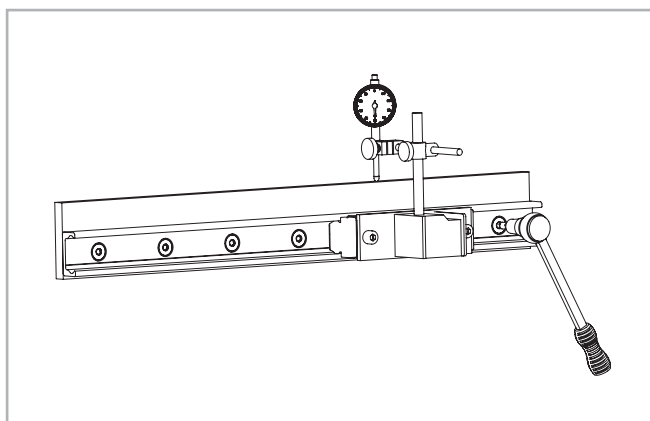

Рис. 162
(3) далее переместить каретку в один из концов направляющей и подрегулировать этот конец направляющей по положению таким образом, чтобы прибор точно показывал "0";
(4) Затянуть ближайšie к каретке винты (рис. 162), и далее последовательно перемещать каретку вместе с прибором по направлению к середине направляющей от одного промежутка между винтами к другому, каждый раз контролируя показания прибора и затягивая ближайšie к каретке винты. Ни на одном из межвинтовых промежутков прибор не должен показывать никаких сколь-либо значимых отклонений от "0"! Затянув все винты между этим концом и средней направляющей, переместить каретку на другой конец направляющей и повторить процедуру.